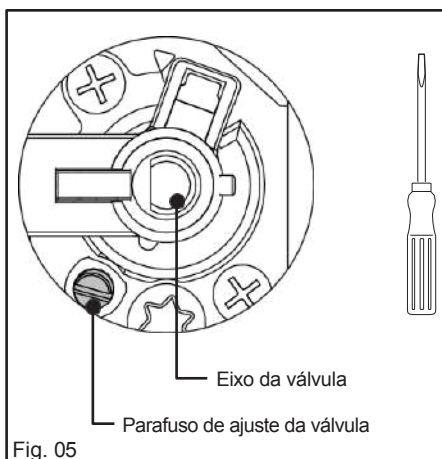

Fig. 05
– Com uma pequena chave de fendas de cabeça chata, rodar o parafuso de regulação do retardador de latão (amarelo) (Fig. 05) **totalmente no sentido dos ponteiros do relógio**.
- Desapertar o parafuso de regulação do retardador de latão (amarelo) (Fig. 05), com uma pequena chave de fendas de cabeça chata, **2 voltas no sentido contrário ao dos ponteiros do relógio**.